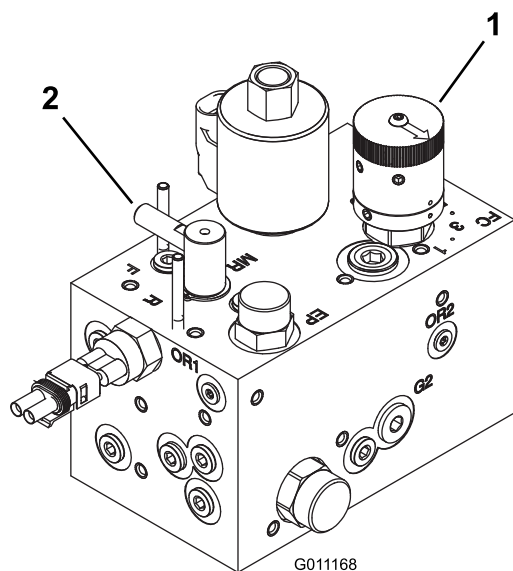

Figura 77
3. Rode o controlo de retificação para a posição de retificação (R). Rode o controlo da velocidade dos cilindros para a posição 1 (Figura 77).